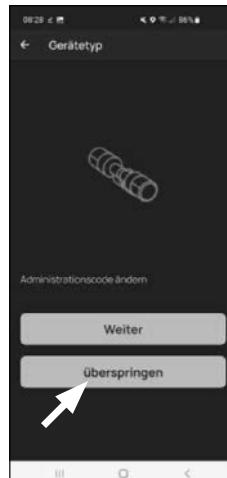

Fig. 7
- ⑧ Vous serez alors informé que vous pouvez modifier votre code administrateur. Étant donné qu'à la livraison, vous avez déjà reçu un code administrateur généré aléatoirement, cette étape n'est que facultative. Vous pouvez la sauter par « Passer » (Fig. 7).